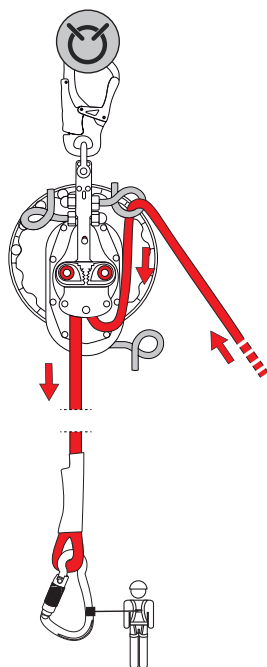

Fig.6
- d) calare la persona lasciando scorrere la corda libera (fig. 6),